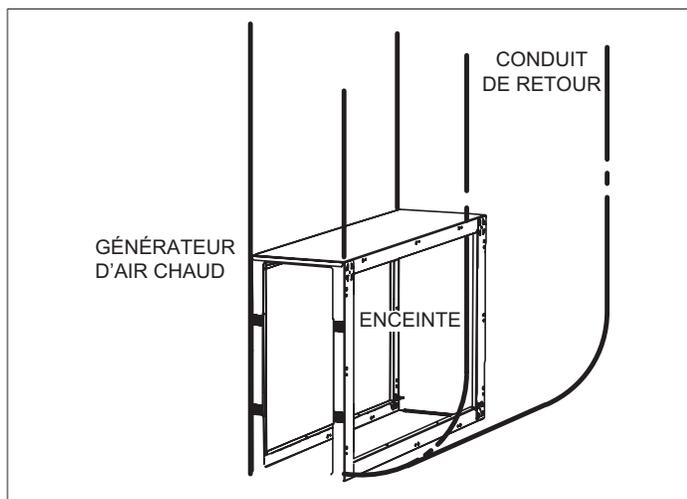

Figure 13. Attacher l'enceinte au générateur d'air chaud et au conduit
3. Fixez l'enceinte sur le générateur à l'aide de vis à tôle dans les trous de fixation prépercés de l'enceinte (voir Figure 13).